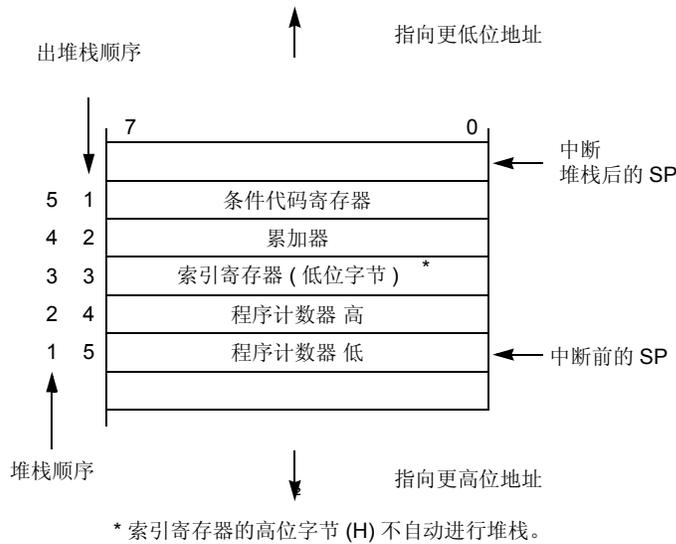

图 5-1. 中断堆栈帧
图 5-1 显示了堆栈帧的内容和结构。在中断前，堆栈指针 (SP) 指向堆栈的下一个可用字节。CPU 寄存器的当前值保存在堆栈中，以程序计数器 (PCL) 的低阶字节开始，以 CCR 结束。堆栈操作后，SP 指向堆栈的下一个可用位置，该堆栈是比保存 CCR 的地址小 1 的地址。堆栈的 PC 值是主程序（如果不发生中断，则执行主程序）的指令地址。